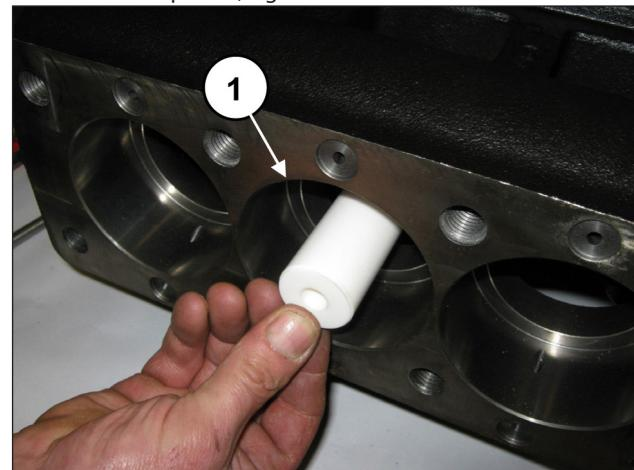
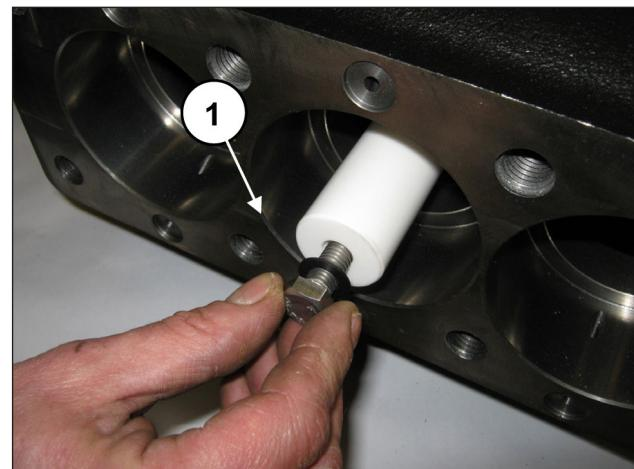

Fig. 184
Fig. 185
Montare i pistoni sulle rispettive guide (pos. ①, Fig. 184) e fissarli come da pos. ①, Fig. 185.